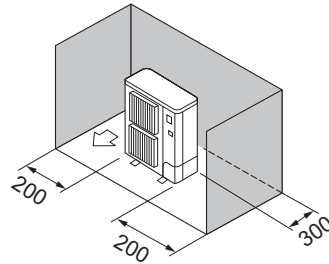

Fig. 3-7
- ③ Alleen obstakels aan de achterzijde en de zijkanten (Fig. 3-7)